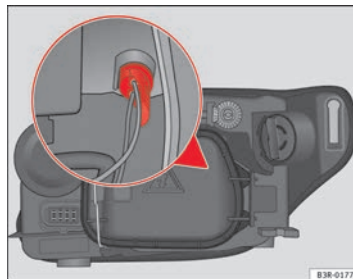

Abb. 211 Glühlampe des Standlichts
- Den Lampenträger durch Ziehen am Halter herausnehmen ⇒ Abb. 211 (kann auch durch Ziehen an den Leitungen des Lampenträgers herausgenommen werden).